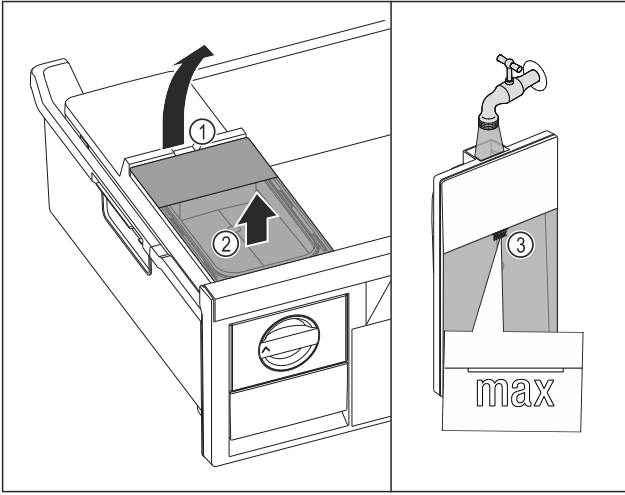

Fig. 144
- Su deposunu boşluktan Fig. 144 (1) tutarak yukarı kaldırın.
- Su deposunu yukarı doğru çıkartın. Fig. 144 (2)
- Su deposuna işarete Fig. 144 (3) kadar içme suyu doldurun.